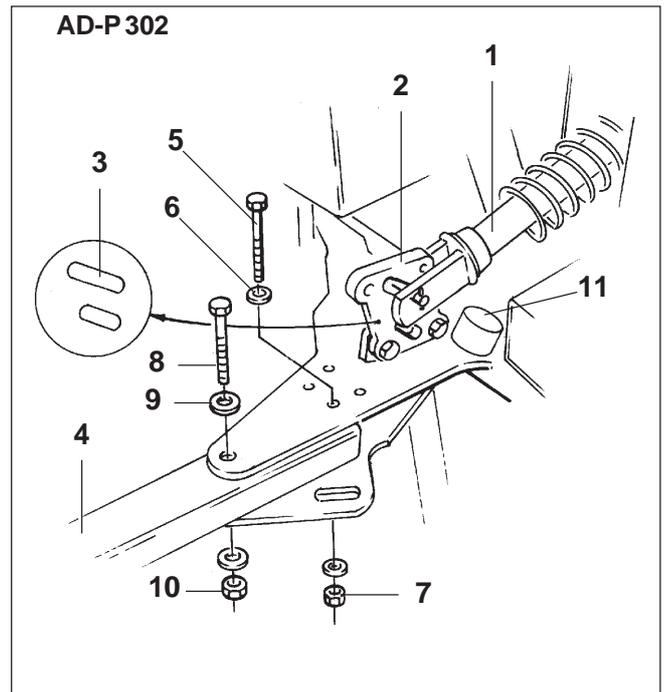

Fig. 23.5
El cilindro hidráulico (fig. 23.5/1) debe acoplarse a la brida (fig. 23.5/2) a través del agujero más alargado (fig. 23.5/3). Si es preciso, desmontar la brida (fig. 23.5/2).
Montar los brazos trazadores (fig. 23.5/4) utilizando:
- un tornillo hexagonal M6 x 90, 8.8 DIN 931 (fig. 23.5/5),
- dos arandelas 6,4 x 18 x 1,6 DIN 9021 (fig. 23.5/6) y
- una tuerca autoblocante M6, 8 DIN 980 V (fig. 23.5/7).
- un tornillo hexagonal M14 x 100, 8.8 DIN 931 (fig. 23.5/8),
- dos arandelas tensoras 14 DIN 6796 (fig. 23.5/9) y
- una tuerca autoblocante M14, 8 DIN 980V (fig. 23.5/10).
No deben quitarse los topes (fig. 23.5/11) y deben ser reemplazados en caso de desgaste!
Cuando en el curso del trabajo un trazador tropieza con un obstáculo, el brazo trazador se pliega hacia atrás en el choque con dicho obstáculo. Ello es debido a que se cizalla el **tornillo hex. M6 x 90, 8.8 DIN 931**, (fig. 23.5/5 ó 23.6/5).